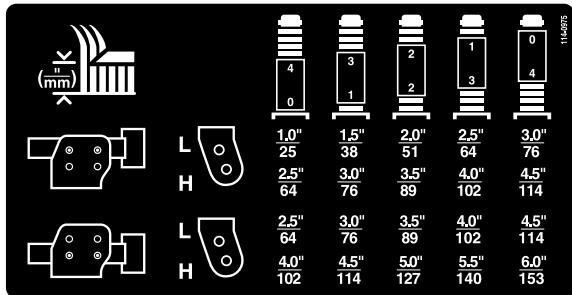

図 26
3. キャスタホイールの軸をキャスタフォークの上穴または下穴にセット全部のキャスタフォークで同じ穴に統一するどちらの穴を使うかはチャート図 26を参照。